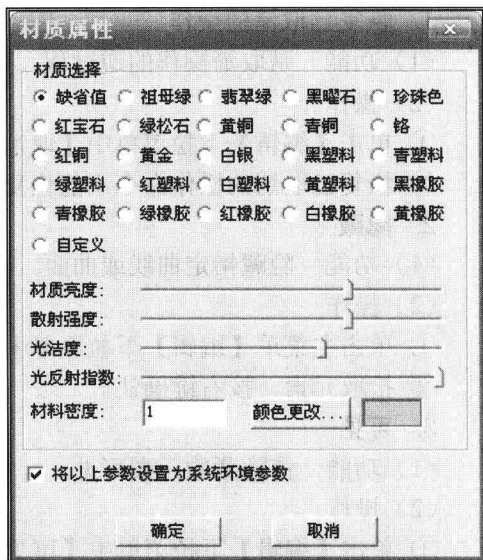

图 1-8 材质设置
(1) 功能 对生成实体的材质进行改变。
(2) 操作
① 单击【设置】下拉菜单中【材质设置】，弹出（图 1-8）对话框，用户可以根据需要对实体的材质进行选择。